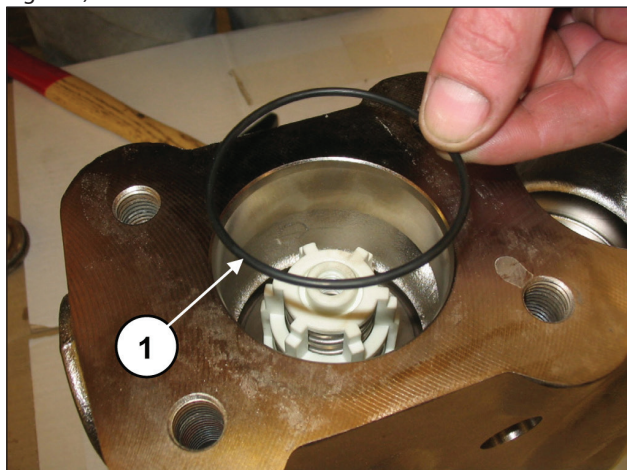

Fig. 110
Introducir la junta tórica, pos. dibujo desglosado 17 (pos. ①, Fig. 110).